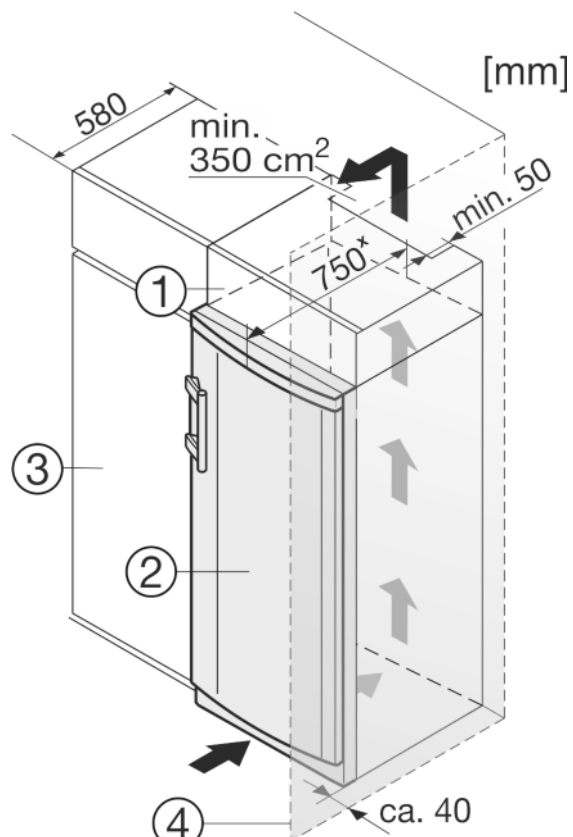

Fig. 9
- (1) Élément haut
- (2) Appareil
- (3) Placard de cuisine
- (4) Mur
L'appareil peut être entouré de meubles de cuisine. Pour adapter l'appareil Fig. 9 (2) à la hauteur des placards de la cuisine intégrée, on peut placer un élément haut Fig. 9 (1) au-dessus de l'appareil.
Si l'appareil est installé avec les charnières à côté d'un mur *Fig. 9 (4)*, la distance entre l'appareil et le mur doit être de 40 mm min. Ceci correspond à la saillie de la poignée lorsque la porte est ouverte.